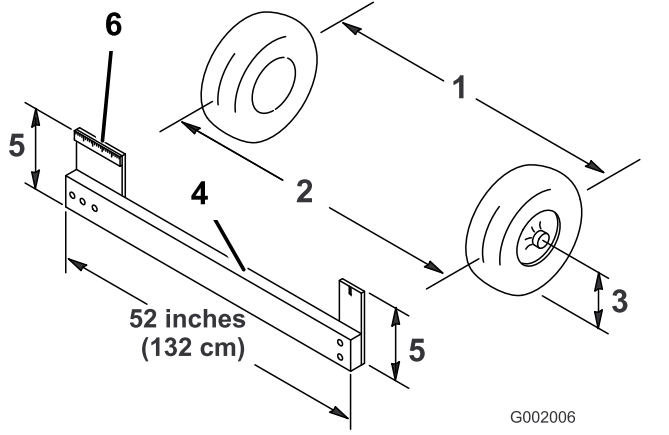

图48
- 以轮轴的高度为标准，分别测出两个前轮的轮前距离和轮后距离（图48）。
注意： 如果要以轮轴高度为标准，测量前轮的轮后距离，则需要一个夹具或定位仪。使用相同的夹具或定位仪，还可以以轮轴高度为标准，准确测量前轮的轮前距离（图48）。